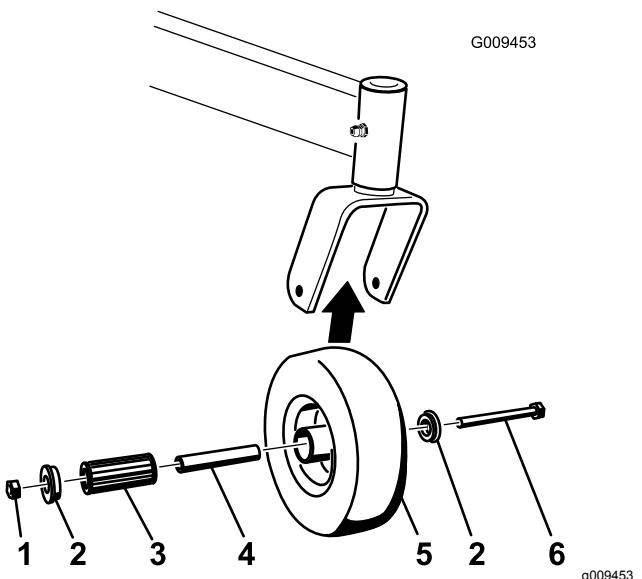

図 54
- 2. ブッシュをひとつ外し、次にスパンナブッシュとローラベアリングをハブから外す図 54。
- 3. ハブについているもうひとつのブッシュも外し、ハブについているグリスや汚れを除去する図 54。
注 破損したり磨耗したりしている部品は交換する図 54。
- 5. ホイールハブにブッシュを一つ入れる図 54。
- 6. ローラベアリングとスパンナブッシュにグリスを塗って、ホイールハブに取り付ける図 54。
- 7. ハブにもうひとつのブッシュを入れる図 54。
- 8. キャスタホイールをキャスタフォークに取り付け、ホイールボルトとロックナットで固定する図 54。
- 9. スパンナブッシュがキャスタフォーク内部に当たるまでロックナットを締め付ける図 54。